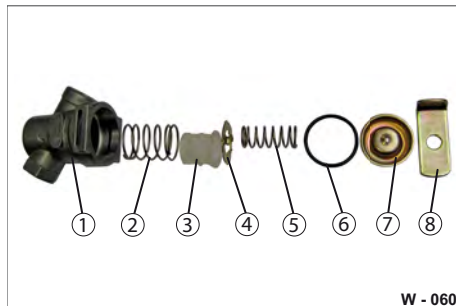

Abb. 61 Leitungsfilter zerlegt
- Drücken Sie mit einem Schraubendreher den Deckel (Abb. 61/8) nach unten und ziehen Sie den Winkel (Abb. 61/9) heraus.
- Entnehmen Sie die beiden Federn (Abb. 61/3 & Abb. 61/6), die Dichtung (Abb. 61/7), das Zwischenblech (Abb. 61/5) und den Filter (Abb. 61/4) heraus.
- Reinigen Sie das Filtergehäuse (Abb. 61/2) mit einem sauberen, trockenen Lappen.
- Reinigen Sie den Filter (Abb. 61/4). Erneuern Sie den Filter bei starker Verschmutzung bzw. Beschädigung.
- Prüfen Sie die Dichtung (Abb. 61/7) auf Beschädigungen, Vorhandensein. Ersetzen Sie beschädigte Dichtungen.
- ▶ Stellen Sie die kleine Feder (Abb. 61/6) auf die Laschen des Zwischenblechs.
- ▶ Setzen Sie den Deckel (Abb. 61/8) darauf.